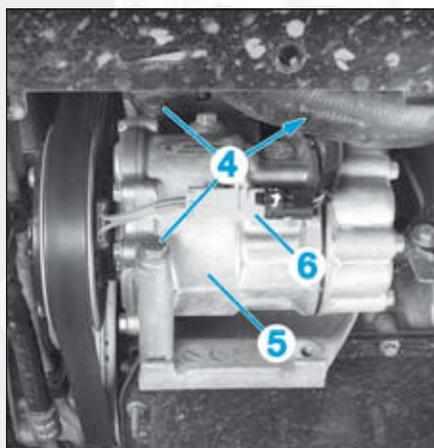

FIG.5
- Débrancher le connecteur du compresseur de réfrigération (6) (Fig.5).
- Déposer les vis (4).
- Ecarter le compresseur de réfrigération (5) sans ouvrir le circuit de réfrigération.